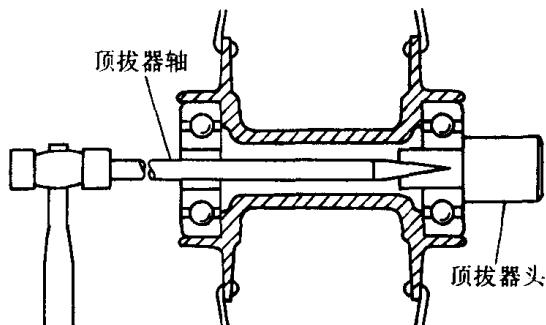

图 1-28 双盲孔轴承的拆卸
3) 对不能使用轴承拆卸工具，也不便加热的轴承，应按图 1-28 所示的方法，使用轴承拔取器头拆卸出轴承。拆卸出的轴承不得再次使用。